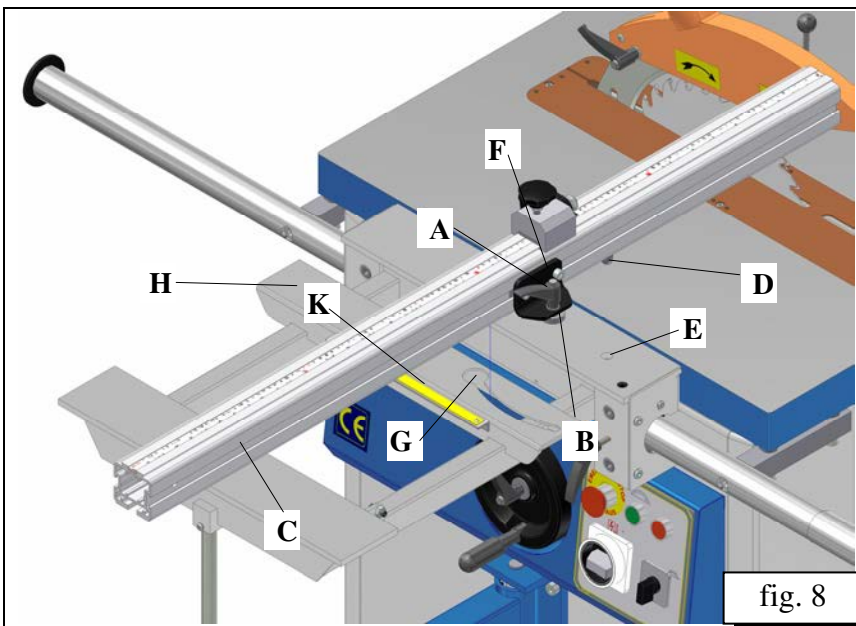

fig. 8
- Unscrew handle **A** (fig. 8).